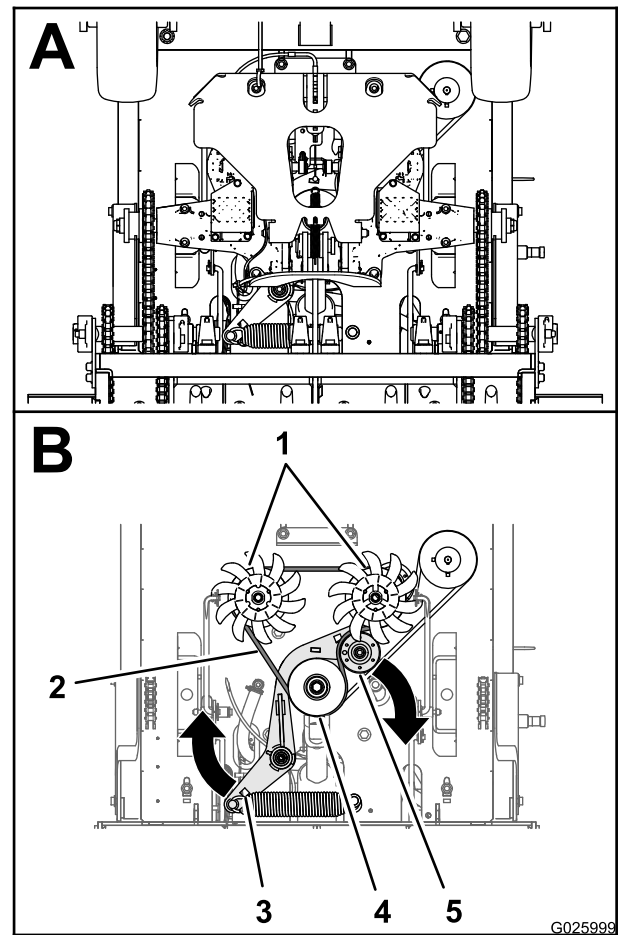

Figure 50
- Insérez une barre de levier dans le trou du support de tension de la courroie et déplacez le support vers l'extérieur et l'avant (Figure 50).
- Déchaussez la courroie d'entraînement de transmission des poulies du moteur, de tension et de transmission (Figure 50).
- Acheminez la nouvelle courroie d'entraînement de transmission autour des poulies du moteur, de tension et de transmission comme montré à la Figure 50
- Relâchez le support de tension de la courroie pour permettre au ressort de tendre la courroie (Figure 50).